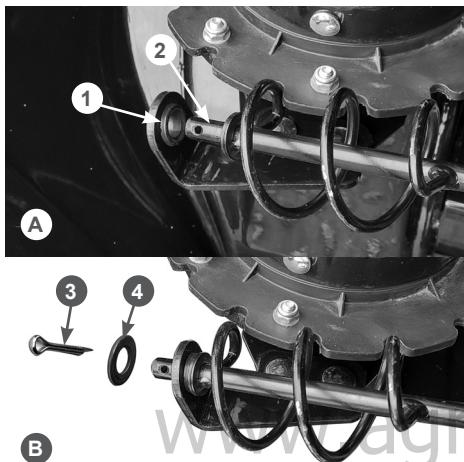

Рис. 15 Установка нижней части рычага управления поворотом жёлоба
- вставьте нижнюю часть рычага с винтовой частью в отверстие в кронштейне до упора, как показано на Рис. 15А, затем установите шайбу и зафиксируйте вал шплинтом (Рис. 15). Разогните концы шплинта.